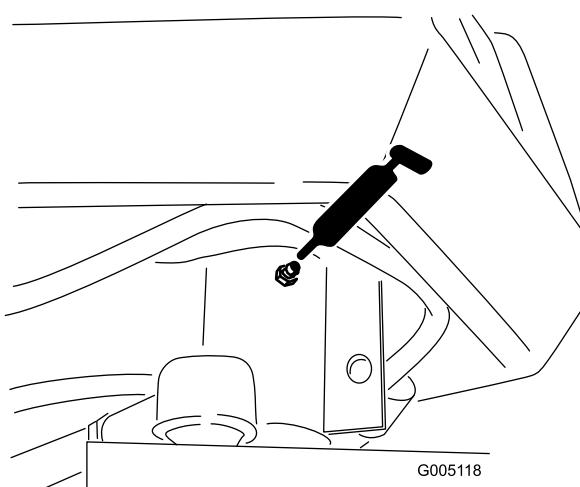

図 25
- ・ ステアリング・フォークのシャフト : 1か所 (図 25)